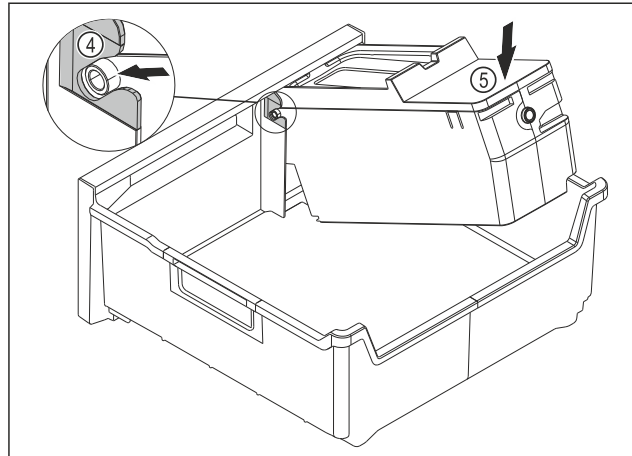

Fig. 200
- Montimi i kutisë EasyTwist-Ice: Futni akset e kutisë EasyTwist-Ice në kanalet udhëzuese Fig. 200 (4).
- Shtypni për poshtë kutinë EasyTwist-Ice Fig. 200 (5) në pjesën e pasme.